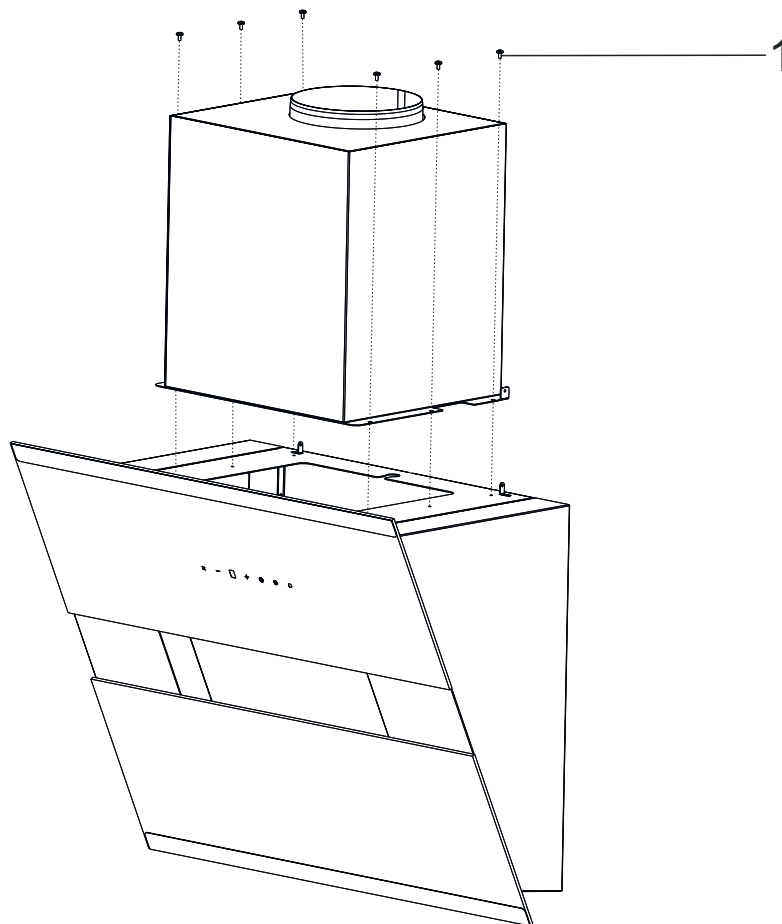

Fig. 10
1. ➔ Afmonter motorkabinettet fra emhætten med 6 x 3,5x6,5 skruer(Fig. 10).